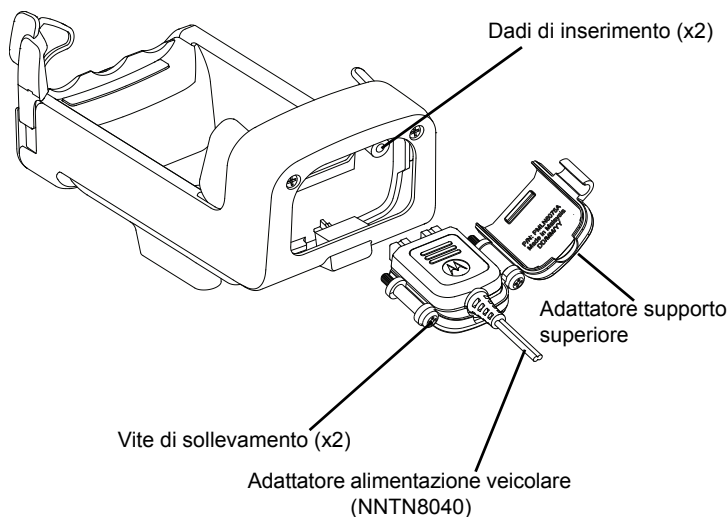

Figura 4. Installazione del supporto adattatore VPA sull'alloggiamento
Per l'installazione del supporto di carica veicolare PMLN6181 con kit VPA, attenersi alla procedura seguente: Vedere la Figura 4 qui sopra:
1. Posizionare l'adattatore alimentazione veicolare NNTN8040 sull'adattatore del supporto come mostrato nella Figura 4.